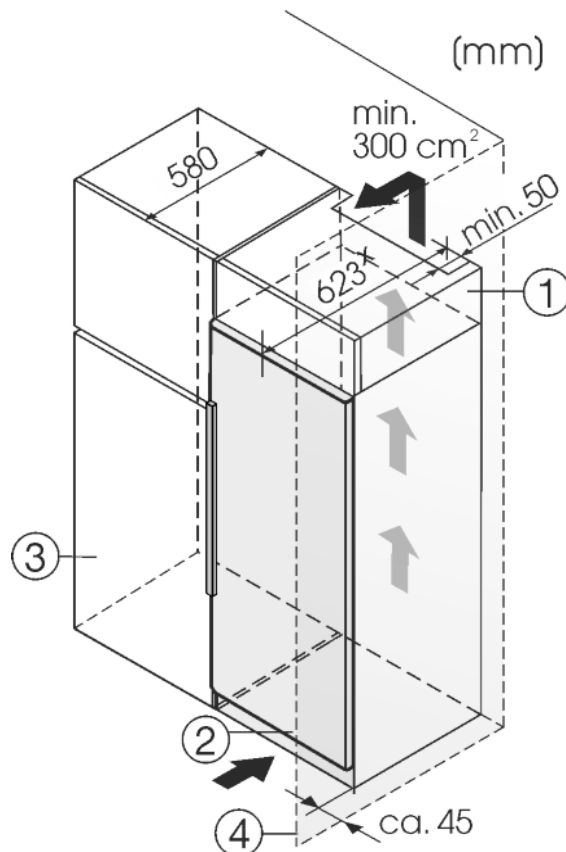

Fig. 9
- (1) Aufsatzschrank
- (2) Gerät
- (3) Küchenschrank
- (4) Wand
Das Gerät kann mit Küchenschränken umbaut werden. Um das Gerät *Fig. 9 (2)* der Küchenzeilenhöhe anzugleichen, kann über dem Gerät ein Aufsatzschrank *Fig. 9 (1)* angebracht werden.
Wenn das Gerät mit den Scharnieren neben einer Wand *Fig. 9 (4)* aufgestellt wird, muss der Abstand zwischen Gerät und Wand mindestens 40 mm betragen. Dies entspricht dem Griffüberstand bei geöffneter Tür.